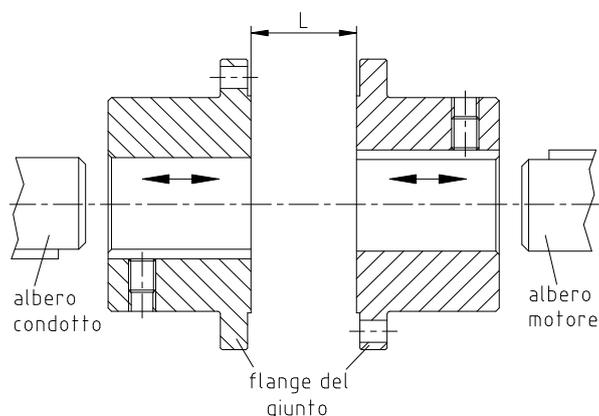

Figura 16: montaggio delle flange del giunto
- Montare la flangia del giunto sull'albero del lato motore o condotto (vedere la figura 16).